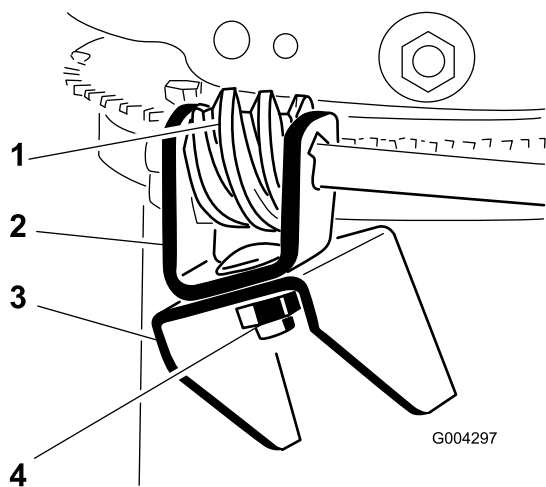

Figure 11
3. Enduisez la vis sans fin de graisse universelle N° 2 (Figure 11).
- Montez la vis sans fin et le support sur la bride de fixation, sans serrer, à l'aide d'un boulon, d'une rondelle Belleville et d'un contre-écrou, comme illustré à la Figure 11.
- Glissez la vis sans fin dans les dents de la couronne de retenue de l'éjecteur et serrez le contre-écrou (Figure 11).